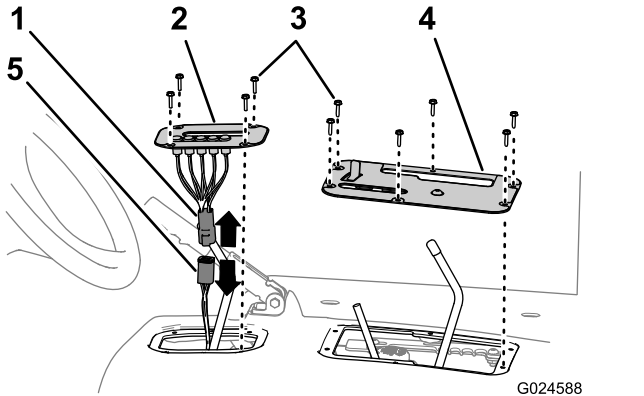

Bild 5
2. Nehmen Sie die vier Sechskantschrauben ab, mit denen die Abdeckung der Ganganzeige an der Sitzabdeckung befestigt ist (Bild 5).
3. Heben Sie die Ganganzeige an, schließen Sie den Anzeigenanschluss vom Anschluss des Maschinenkabelbaums ab und nehmen Sie die Abdeckung der Anzeige von der Maschine ab (Bild 5).
4. Nehmen Sie die sechs Sechskantschrauben ab, mit denen die Abdeckung des Bedienelements an der Sitzabdeckung befestigt ist, und entfernen Sie die Abdeckung des Bedienelements (Bild 5).